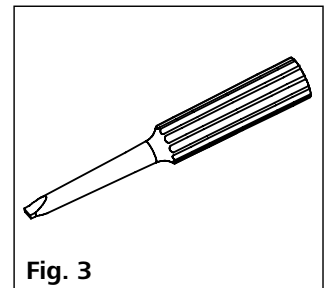

Fig. 3
- Schraubendreher (für Sicherheitskreis) (siehe Fig. 3)